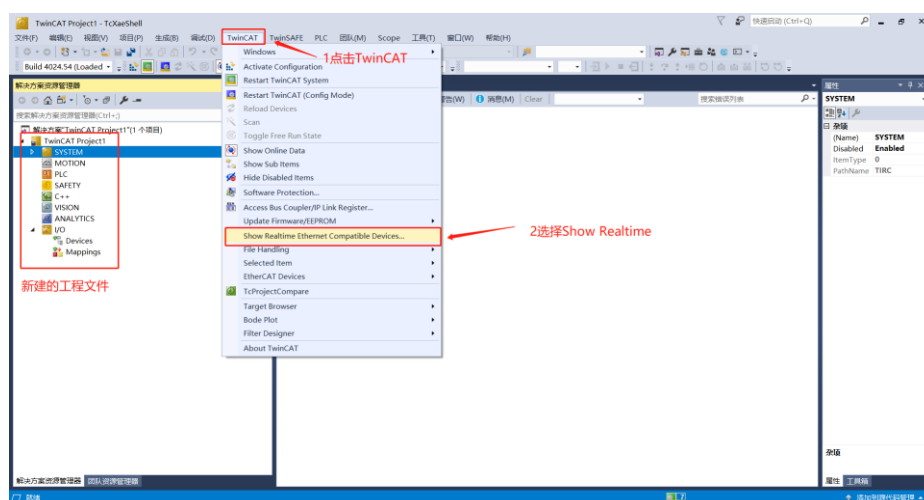

图 1-6 Show Realtime 示意图
3、安装 TwinCAT 的以太网适配器，点击 TwinCAT 并选择 Show RealTime 如图 1-6 所示：